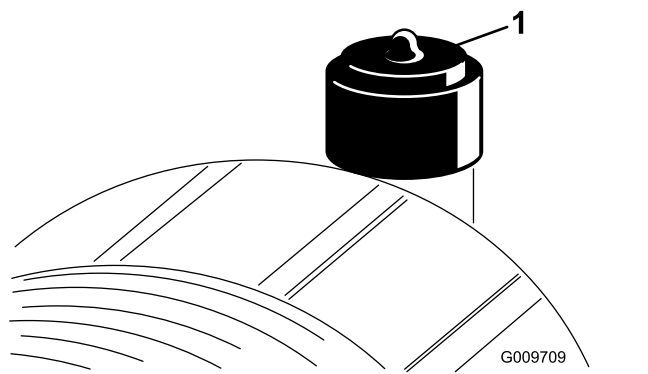

Рисунок 81
Фильтр воздухоочистителя следует обслуживать только при соответствующих показаниях индикатора необходимости технического обслуживания (Рисунок 81). Замена воздушного фильтра без необходимости ведет лишь к повышению вероятности попадания грязи в двигатель при извлечении фильтра.
2. Сбросьте индикатор (Рисунок 81), если он стал красным.